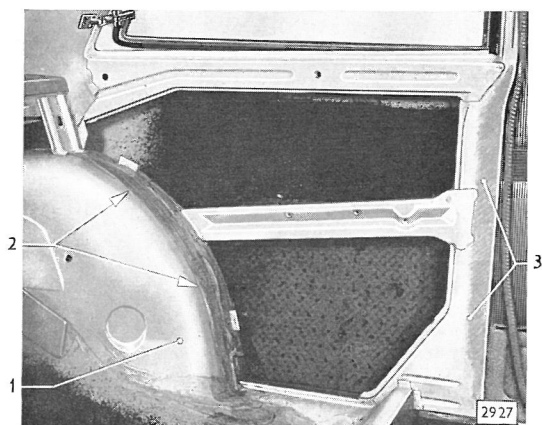

Bild 178 - Klebeflächen für Seitenwandverkleidung
1. Die in Bild 178 gezeigten Klebeflächen an Karoserieschloßsäule und hinterem Radeinbau mit Plastikkleber L 002 736 bestreichen.